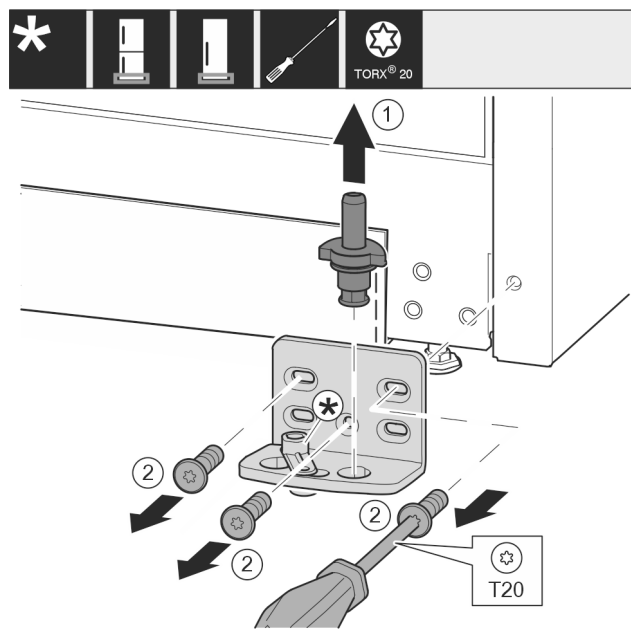

Fig. 13
- Estrarre completamente verso l'alto i perni di supporto Fig. 13 (1).
- Svitare le viti Fig. 13 (2) con un cacciavite e rimuovere il blocco di supporto.